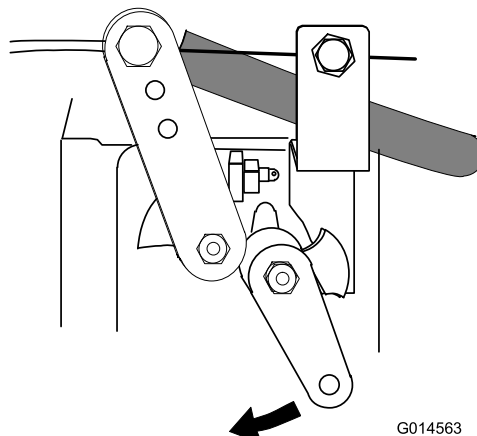

Bild 27
3. Drehen Sie den Zündschlüssel in die AUS-Stellung (0).
Wenn der Motor nicht abgestellt wird, wenn der Zündschlüssel in die AUS-Stellung gedreht wird (0), schieben Sie den Motorstopphebel nach vorne (Bild 27).